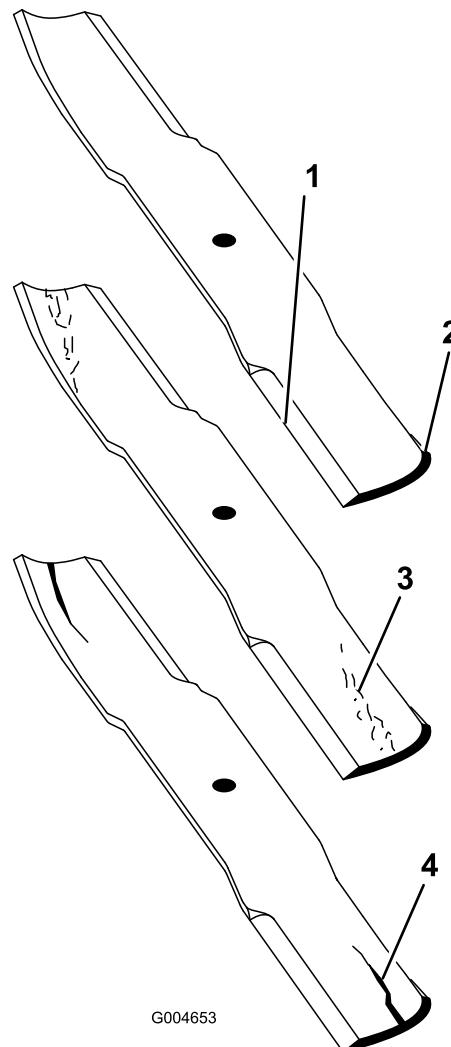

Figura 19
1. Inspecione as extremidades de corte (Figura 19). Se as extremidades não estiverem afiadas ou estiverem amolgadas retire e afie as lâminas. Consulte Afiar as lâminas.
2. Inspecione as lâminas, especialmente a área da aba (Figura 19). Se verificar quaisquer danos, desgaste, ou a formação de ranhuras nesta área (Figura 19), instale imediatamente uma lâmina nova.